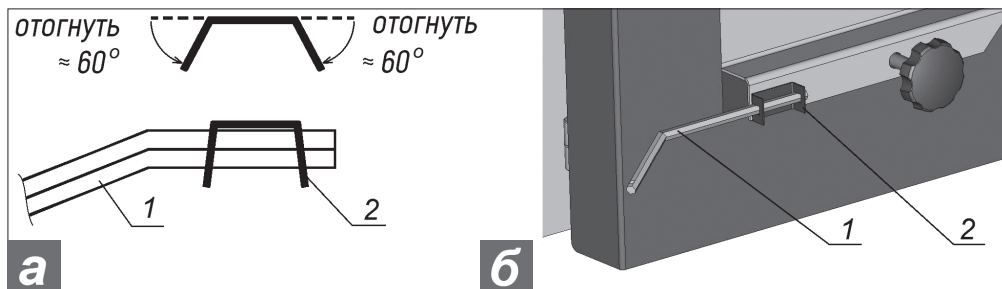

Рисунок 2. **Схема гибки пластинки (а) и установка (б) шестигранного стержня:**
4.13. В режиме работы котла на твёрдом топливе, можно установить регулятор тяги (через патрубок **поз. 11**). Цепь регулятора крепится к стержню **поз. 8**, который вставляется в монтажную пластинку (**поз. 2** на рис. 2) на дверце зольника. Края пластинки аккуратно отогните сначала на угол $\approx 60^\circ$. Затем вставьте стержень. Не отгибайте слишком сильно края пластинки, т.к. фиксация стержня будет зависеть от подпружиненного состояния пластинки.